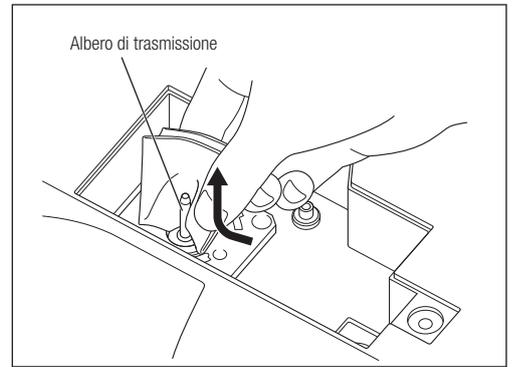

Fig. 56
- Rimuovere le impurità e l'acqua dall'albero di trasmissione dal basso verso l'alto (Fig. 56).